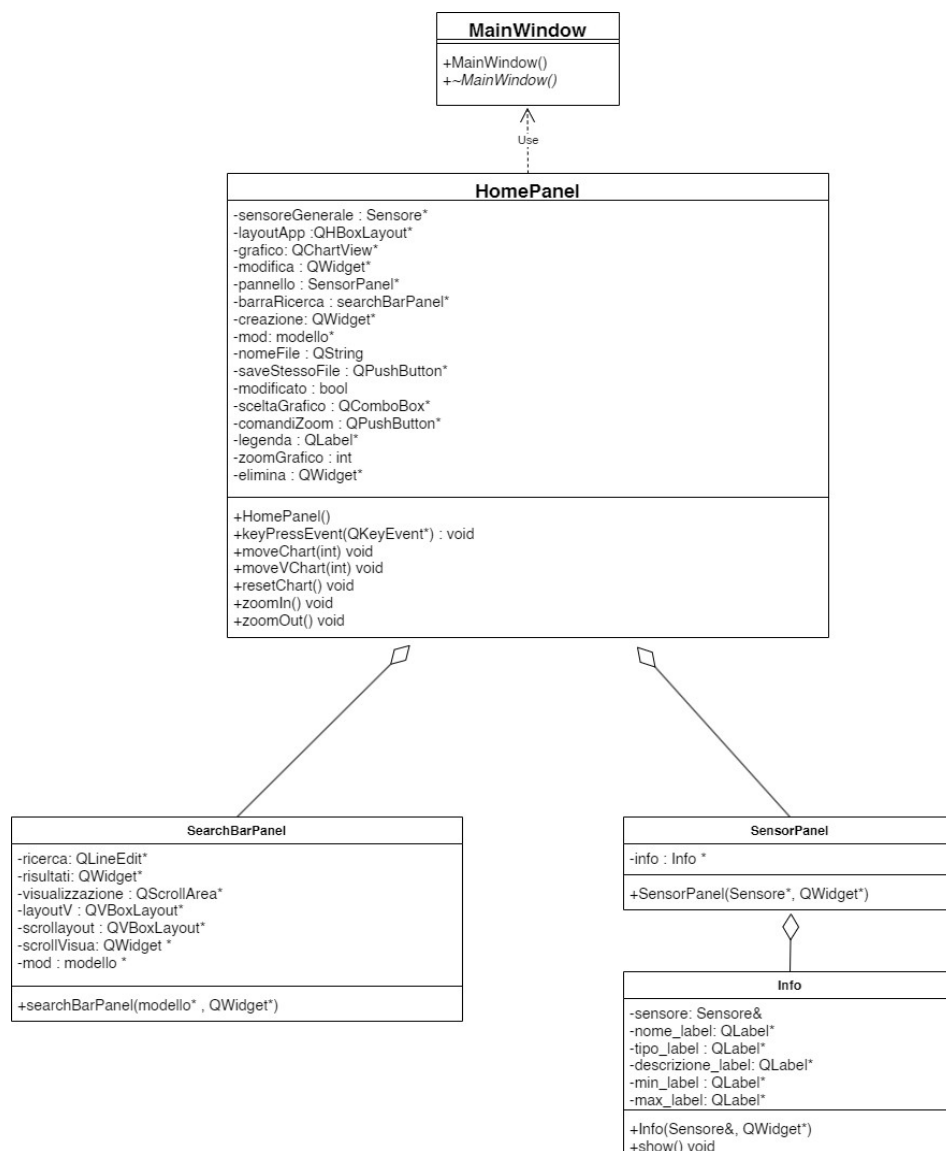

Figura 5: Struttura gerarchica della GUI
- Struttura e progettazione della parte grafica della *GUI*, implementando le classi *HomePanel*, *SearchBarPanel* e *SensorPanel* come descritto in Figura 5